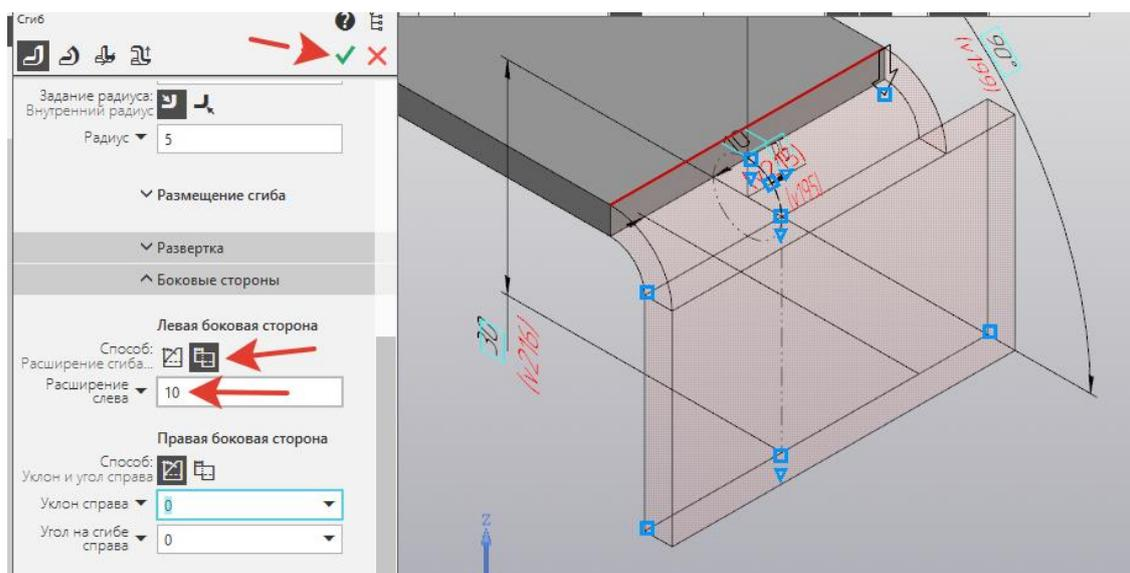

Рисунок 42 .
7. Открыть расширение *Боковые стороны*: поменять *Расширение сгиба - Слева* – 10. Создать объект  (рисунок 42).